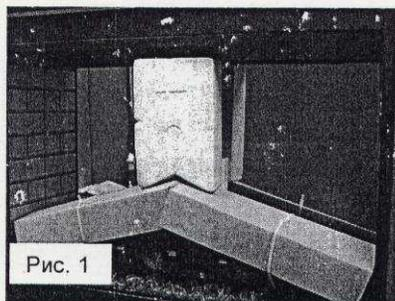

Рис. 1
6. Снять упаковочный материал с поленицы (Рис. 1).